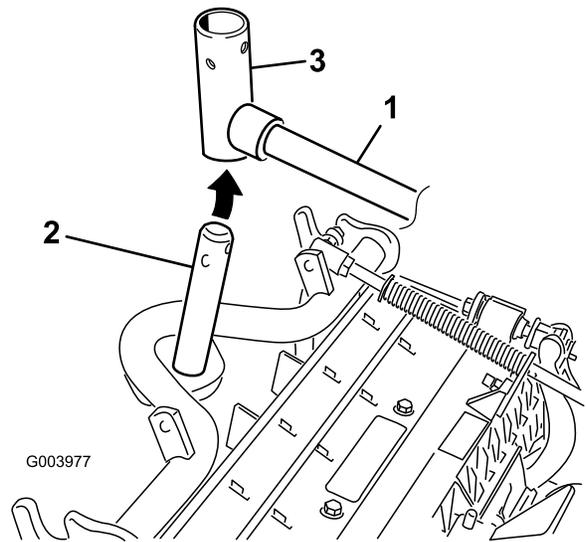

Figura 10
8. En el caso de las unidades de corte delanteras, deslice una unidad de corte debajo del brazo de elevación mientras coloca el eje del bastidor de tiro en la horquilla de pivote del brazo de elevación (Figura 10).
B. Introduzca la horquilla del brazo de elevación en el eje del bastidor de tiro (Figura 10).